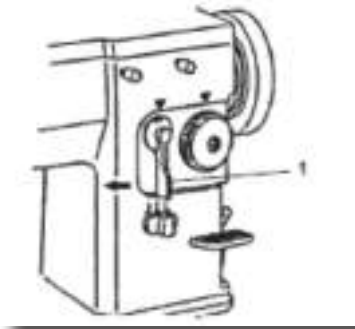

Figura 23
A largura da costura ziguezague é controlada através da alavanca (1) Figura 23.